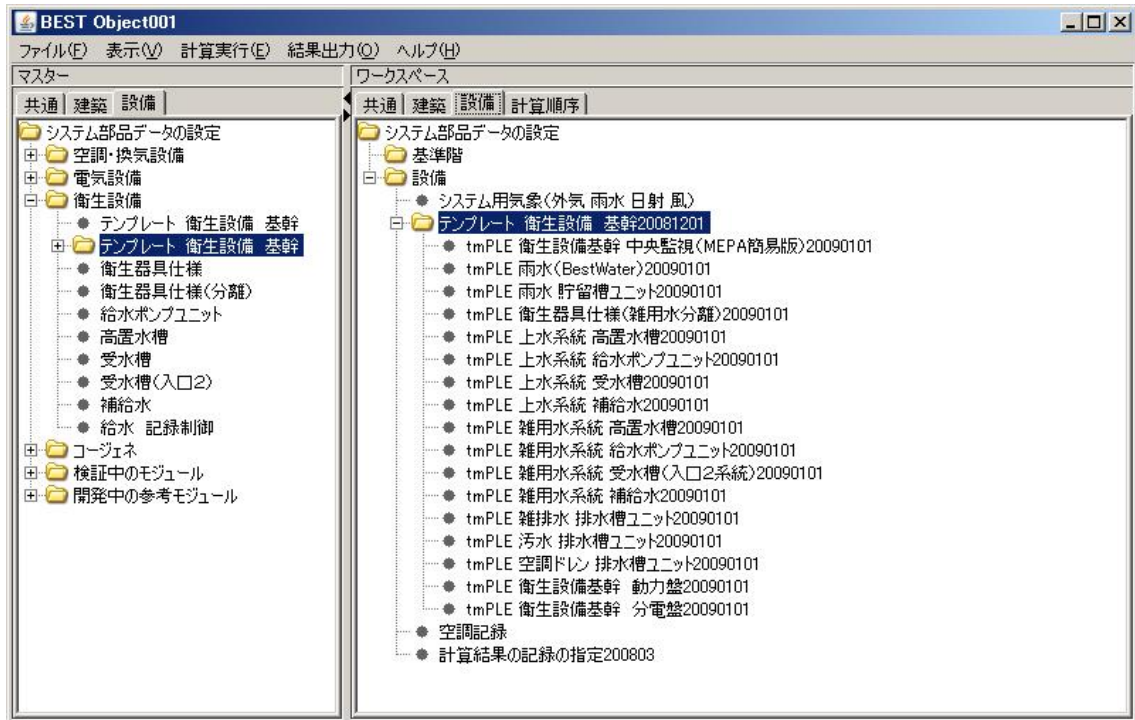

図 2-1 BEST 衛生設備の画面
- 1)BEST-P プログラムを立ち上げ、メイン画面の「設備」タグ 「テンプレート衛生設備」のフォルダをクリックする図 2-1 の画面が出る。